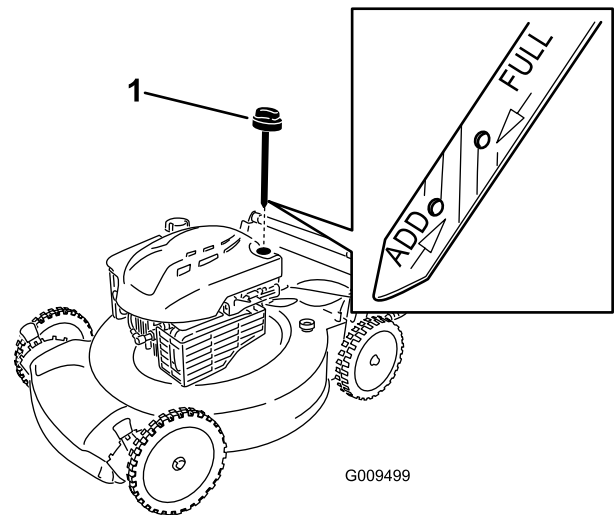

Figura 4
2. Retire la varilla girando el tapón en el sentido contrario a las agujas del reloj y tirando del mismo (Figura 4).
Nota: Si el nivel de aceite está por debajo de la marca **Add** de la varilla, vierta una pequeña cantidad de aceite **lentamente** en el tubo de llenado y repita los pasos 3 a 5 hasta que el nivel llegue a la marca **Full** de la varilla (Figura 4).